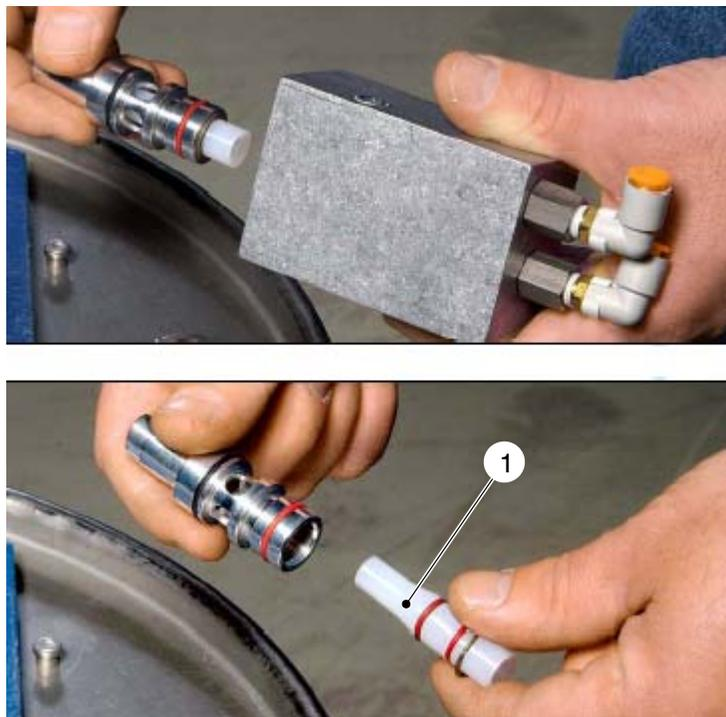

Fig. 5-13
4. Retirer le support hors de la pompe (fig. 5-13).
5. Extraire le tube intérieur à venturi du support (1, fig. 5-13).